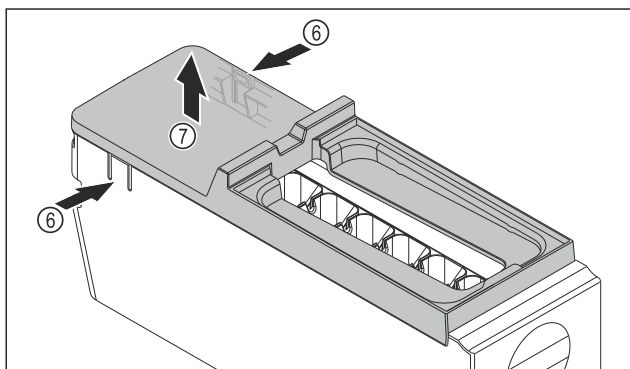

Fig. 79
- Retirer le couvercle du corps de l'EasyTwist-Ice : D'une main, pousser les languettes Fig. 79 (6) des deux côtés du corps de l'EasyTwist-Ice.
- De l'autre main, retirer le couvercle Fig. 79 (7) vers le haut.